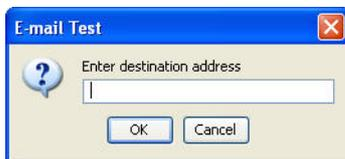

Рис. 139
2. Появится окно «E-mail Test» [Тест электронной почты] (Рис. 139). Укажите адрес электронной почты, куда отправить тестовое сообщение, и нажмите кнопку «OK» [OK], чтобы его отправить.